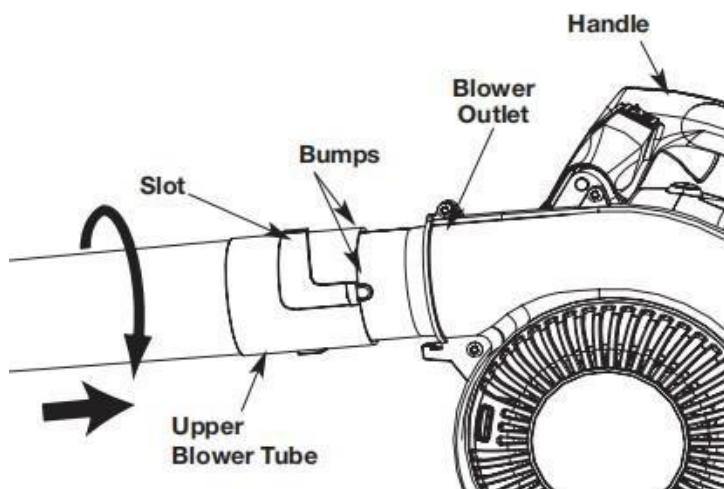

Fig. 1
- Lijn de sleuven aan de bovenkant van de bovenste blaasbuis uit met de uitsteeksels op de blaasuitlaat (Fig. 1).
- Steek de bovenste uitblaasbuis in de uitblaasopening (Fig. 1).
- Houd de hendel vast en draai de bovenste blaasbuis met de klok mee tot hij vastklikt (Fig. 1).